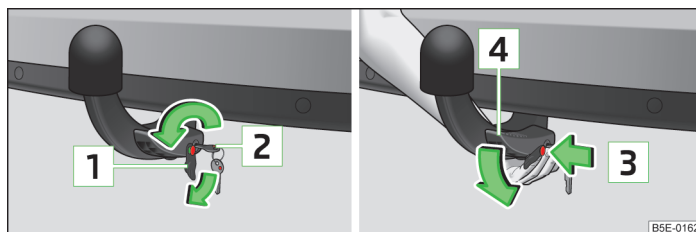

Fig. 103 Desbloquear la palanca de mando de la barra de cabeza esférica y soltarla
- > Retirar la tapa **1** » fig. 103 del cierre de la barra de cabeza esférica en el sentido de la flecha.